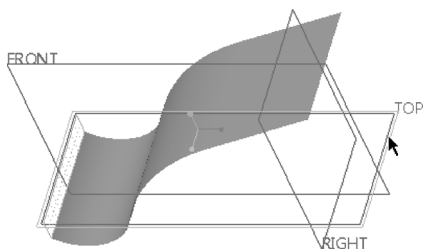

图 5-125 选择参考平面
3) 在“延伸”选项卡中选中  (将曲面延伸到参考平面) 图标按钮, 接着选择 TOP 基准平面作为参考平面, 如图 5-125 所示。